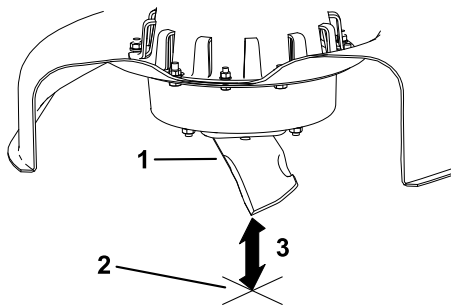

Figura 32
5. Mida desde la punta de la cuchilla hasta la superficie plana (Figura 32).